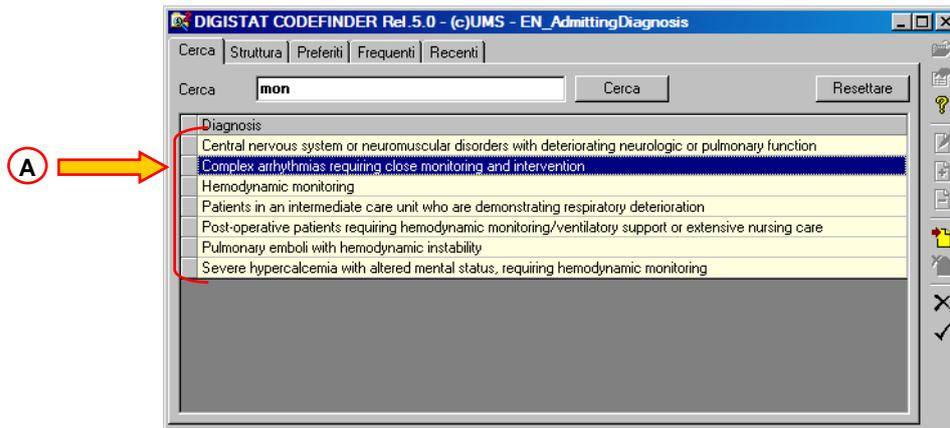

Fig 77
2. Cliccare il pulsante (Fig 77 B).
Il sistema mostrerà tutti gli elementi contenenti i caratteri specificati (Fig 77).